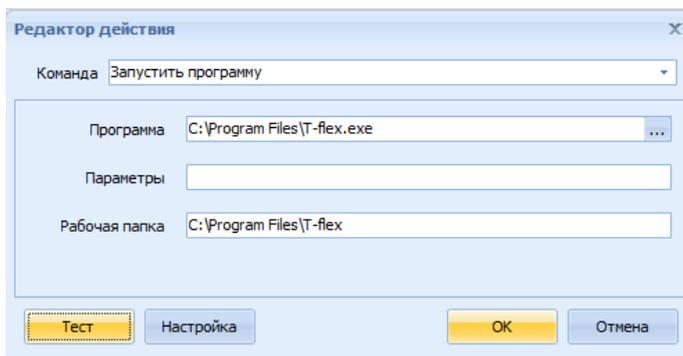

Рис. 42 Окно редактор действия: **Запустить программу**
- При выборе действия **Запустить программу** в поле **Программа** необходимо указать путь к файлу с расширением exe, а в поле **Рабочая папка** – путь к исходному файлу данной программы. В поле **Параметры** можно указать дополнительные параметры запуска программы (Рис. 42). Чтобы проверить работу команды на запуск следует нажать кнопку **Тест**. По окончании настройки необходимо нажать **Ок**.